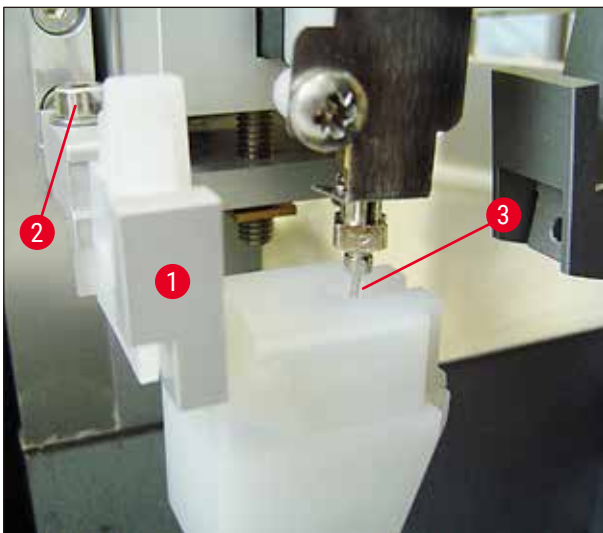

図 23
2. そのためには、ネジ (→ 図 23-2) をサイズ 3 の六角レンチ (→ 図 22-5) で緩め、ブラケット (→ 図 23-1) を横方向にスライドしてディスペンサーニードルクリーナーの位置を調整し、ディスペンサーニードル (→ 図 23-3) が清掃用開口部の中心に正確にくるようにします (→ 図 23)。